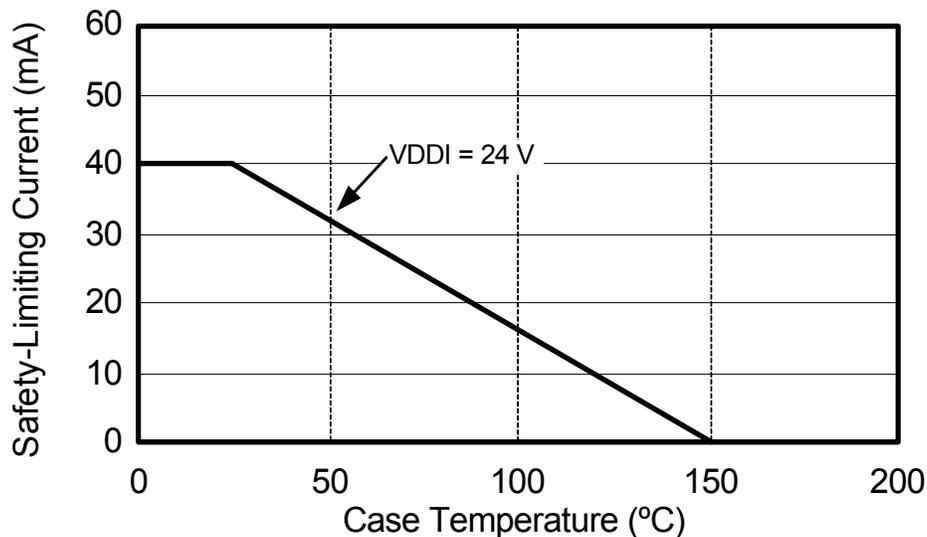

图 5. (NB SOIC-8) 热降额曲线，依赖于符合 DIN EN 60747-5-5 的外壳温度安全限值
- 故障时允许的最大值；另见图 5 和 6 中的热降额曲线。